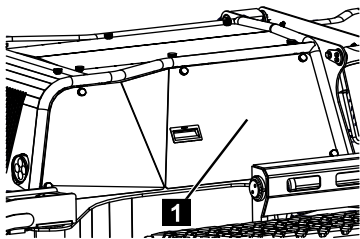

Fig. 221
1. Dévisser le capot (Fig.221/1).